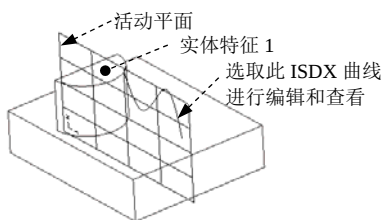

图 10.2.27 选取 ISDX 曲线
(1) 单击视图工具栏中的  按钮, 将模型设置为消隐显示状态。
(2) 单击图工具栏中的  按钮, 在弹出的界面中取消选中  轴显示、 坐标系显示 和  平面显示 复选框, 使基准轴、坐标系和基准平面不显示。
(3) 单击  按钮, 然后选择 VIEW_1 视图。
Step4. 单击  功能选项卡  区域中的“曲线编辑”按钮  , 选取图 10.2.27 中的 ISDX 曲线。